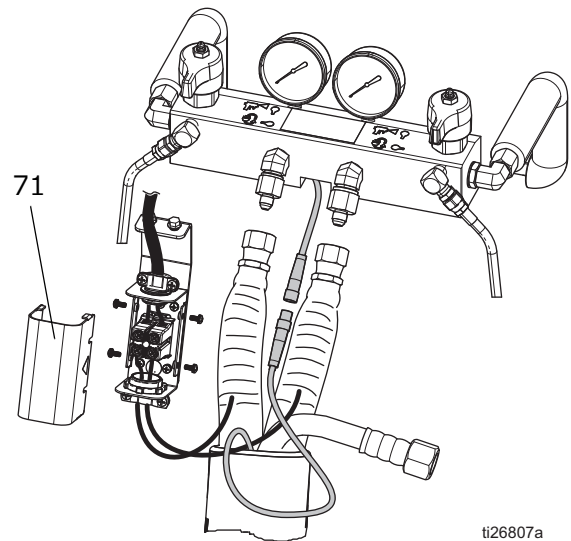

図 71: 加熱ホース電気ジャンクションボックス
2. カバー (71) を外します。図 71 を参照してください。
3. システムワイヤ (139) をプロポーショナーから取り外します。
4. ターミナルブロック (AS) からホースワイヤ (HW) を外します。